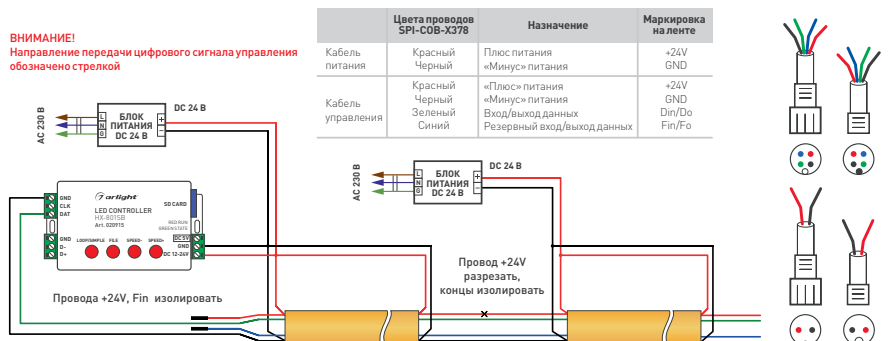

Рис. 1. Схема подключения ленты с использованием SPI-контроллера с одним выходным портом и с использованием раздельных блоков питания
- Подключите ленту в соответствии со схемой (рис. 1). Соблюдайте полярность подключения и направление передачи сигнала (вход/выход). Обращайте внимание на маркировку, нанесенную на печатную плату, и на цвета соединительных проводов.